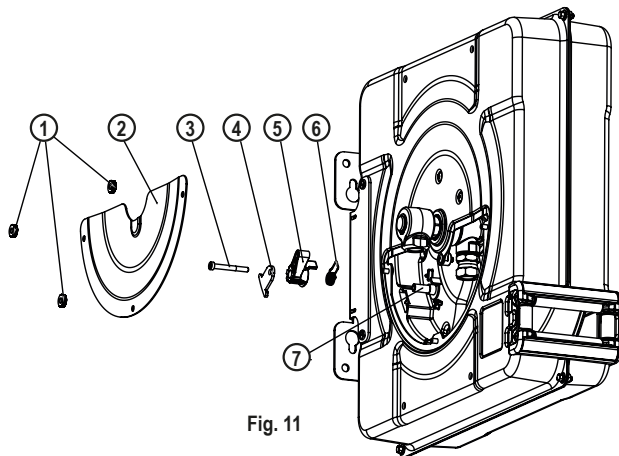

Fig. 11
1. Take apart the service lid (2) (fig. 11) loosening the plastic nuts (1) (fig. 11). No tools required to do this operation.
4. Loosen the bolt (3) (fig. 11) and take away the reinforcement metal sheet (4) (fig. 11), the latch (5) (fig. 11), and the spring (6) (fig. 11).
6. Assemble the new latch and the spring through the guiding axis (7) (fig. 11), having in mind that the spring arms side must be oriented towards the latch, and leaving the spigot between the spring arms.
7. Place the reinforcement metal sheet (4) (fig. 11) and introduce the bolt (3) (fig. 11). When tightening the bolt, beware not to exceed 4 Nm torque, otherwise, the bolt thread can be damaged.
1. Ta bort servicelocket (2) (fig. 11) och lossa plastmuttrarna (1) (fig. 11). Inga verktyg krävs för att göra denna operation.
4. Lossa bulten (3) (fig. 11) och ta bort armeringsmetallarket (4) (fig. 11), spärren (5) (fig. 11) och fjädern (6) (fig. 11).
6. Montera den nya spärren och fjädern genom styraxeln (7) (fig. 11), fjäderarmens sida måste vara inriktad mot spärren och lämna spiken mellan fjäderarmarna.
7. Placera armeringsplåten (4) (fig. 11) och sätt in bulten (3) (fig. 11). När du spänner bulten, var försiktig så att den inte överskrider 4 Nm vridmoment, annars kan bultgängen skadas.